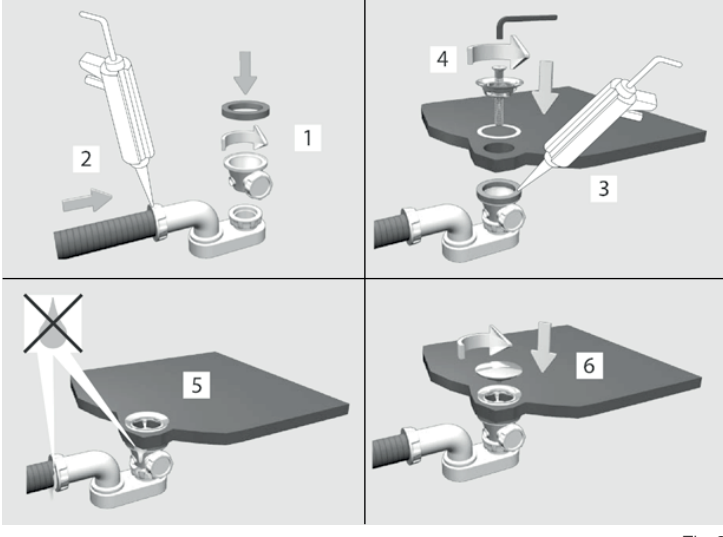

Fig.3
- Installare il kit di scarico sulla vasca come indicato nelle immagini (vedi Fig.3) e secondo le istruzioni del produttore del kit di scarico stesso